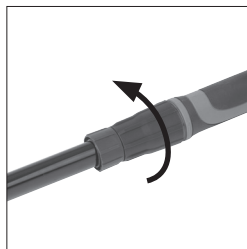

Fig. 5
- Serrez l'écrou à douille pour fixer le bras d'extension et la bague d'extrémité en positions de service. **(Fig. 5)**